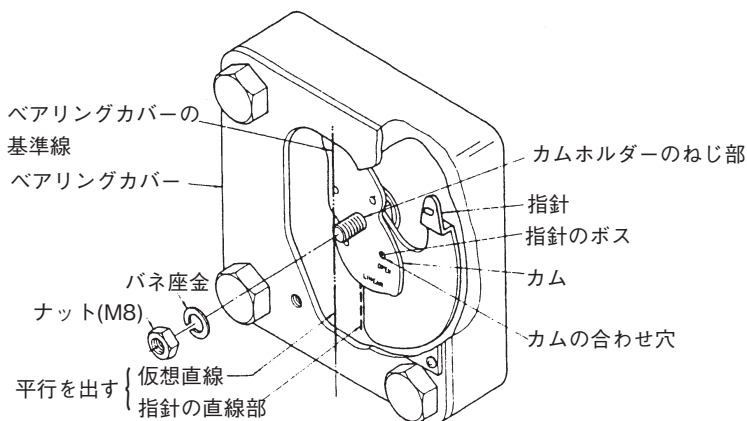

図 5-14 指針およびカムの取り付け (正動作・リニアの場合)
- d) 図5-14のように、指針の直接部がベアリングカバー上の仮想直線に対して最も平行になるように指針とカムホルダーのセレーションをかみ合わせて、バネ座金とナット(M8)で止めます。